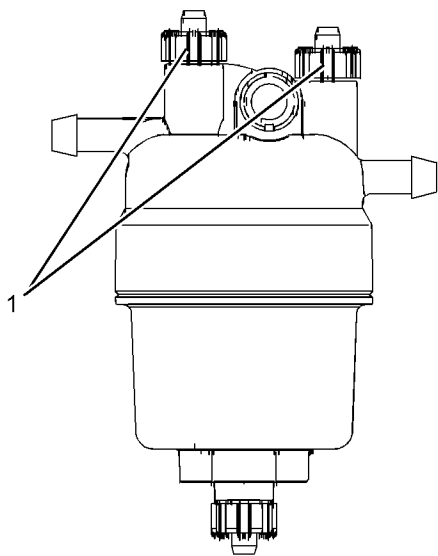

Рис. 50
Перед прокачкой топливных фильтров убедитесь, что воздух удален из фильтра грубой очистки. См. рисунок 50 .
Убедитесь в отсутствии воздуха в фильтре грубой очистки. Ослабьте прокачные винты (1). См. рисунок 50 . Поработайте топливоподкачивающим насосом. Когда через прокачной винт потечет топливо без воздуха, затяните прокачной винт.